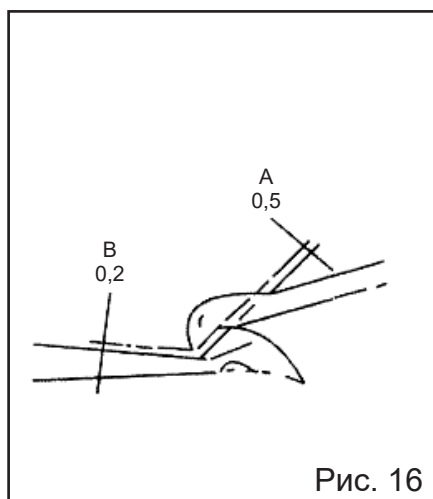

Рис. 16
4. Верхний петлитель и нижний петлитель (Рис. 16)